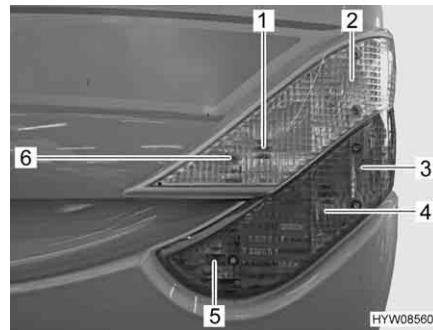

Fig. 119 Luci posteriori (lato anteriore)
- Svitare le sei viti ad esagono cavo (Fig. 119,6).